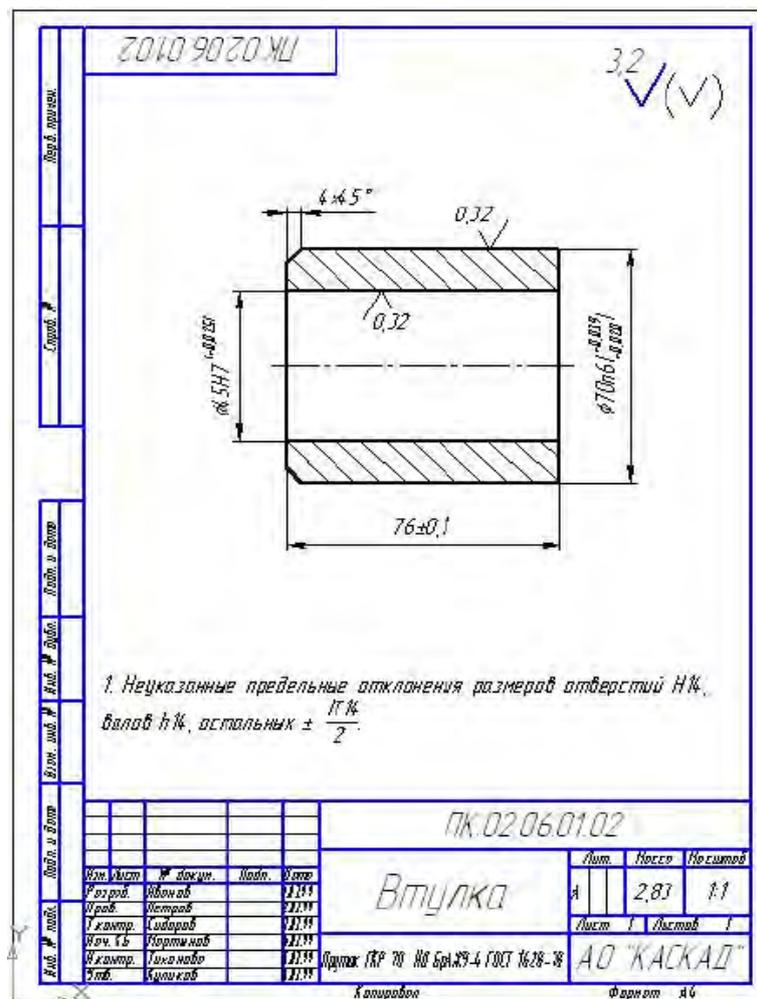

Рис. 23. Чертеж втулки
4. Создать чертеж «Втулка» по рис. 23. Указать материал: Пруток ГKR 70 НД БрАЖ9-4 ГОСТ 1628—78.